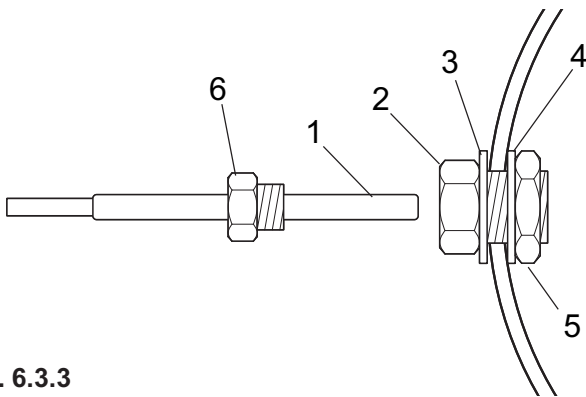

Fig. 6.3.3
- 2) inserire sul tubo il supporto sonda (2) con la rondella (3) (Fig. 6.3.3);
- 3) dalla parte interna del tubo posizionare la rondella (4) ed avvitare il dado (5) sul supporto (2);
- 4) inserire la sonda (1) nel ferma-sonda (6);
- 5) inserire la sonda (1) nel supporto (2) e bloccarla avvitando il ferma-sonda (6) tenendo fermo il supporto (2).
- 2) insert the probe shaft (2) into the pipe with the washer (3) (Fig. 6.3.3);
- 3) from inside the pipe insert the washer (4) and screw the bolt (5) on the probe shaft (2);
- 4) insert the probe (1) in the probe fixing (6);
- 5) insert the probe (1) into the probe shaft and fix it by screwing the probe fixing (6) and blocking the probe shaft (2).
- 2) den Sondenhalter (2) im Rohr mit der Scheibe (3) einsetzen (Abb. 6.3.3);
- 3) aus der inneren Seite des Rohres die Scheibe (4) einsetzen und den Bolzen (5) am Sondenhalter (2) anschrauben;
- 4) die Sonde (1) in der Sondenbefestigung (6) einsetzen;
- 5) die Sonde (1) im Sondenhalter einsetzen, und sie beim anschrauben der Sondebefestigung (6) fixieren, während der Sondenhalter (2) festgehalten wird.